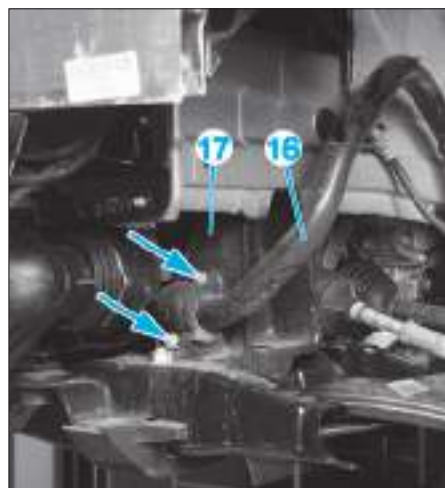

FIG. 19
- Desserrer la vis (13).
- Déposer les vis (14) puis le support moteur gauche (15).
- Desserrer la barre stabilisatrice (16) du berceau (17) (Fig.19).